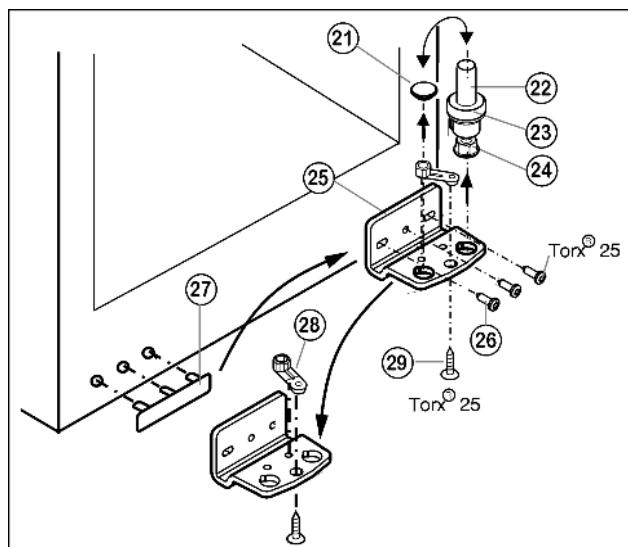

Fig. 6
- Drag ut lagerbult Fig. 6 (22) komplett, med platta Fig. 6 (23) och justeringsfot Fig. 6 (24), uppåt.
- Lyft ur pluggar Fig. 6 (21).
- ▶ Skruva bort lagerbocken *Fig. 6 (25) Fig. 6 (26)*.
- ▶ Skruva bort lagerdelen *Fig. 6 (28) Fig. 6 (29)* och flytta den till motsatta monteringshål på lagerbocken, skruva fast den igen.
- ▶ Lyft täckbrickan på handtagssidan *Fig. 6 (27)* försiktigt och flytta den till motsatta sidan.
- ▶ Skruva fast lagerbocken igen *Fig. 6 (25)* eventuellt med en skruvdragare på den nya gångjärnssidan (**med 4 Nm**).
- ▶ Sätt i pluggen *Fig. 6 (21)* i det andra hålet.
- ▶ Sätt tillbaka lagerbulten *Fig. 6 (22)* komplett, med platta och justeringsfot. Kontrollera därvid att skåran pekar bakåt.
- ▶ Lyft ur pluggen (33) från dörlagerbussningen och flytta den.
- ▶ Demontera handtag (32), pluggar (33) och tryckplattor* (34) och flytta dem till motsatta sidan.
- ▶ Sätt på dörren på nedre lagerbult *Fig. 6 (22)*.
- ▶ Sätt i övre lagerbock (12) i dörren på den nya gångjärnssidan.
- ▶ Skruva fast övre lagerbock (12) (**med 4 Nm**) (2 gånger Torx® 25) (13). Borra eventuellt upp skruvhålen eller använd skruvdragare.
- ▶ Sätt fast täckbrickan (10) och täckbricka (11) på motsatta sidan.
- ▶ Rikta in dörren med de båda avlånga hålen på nedre lagerbock *Fig. 6 (25)* i förhållande till skåpet. Skruva därvid ur skruven i mitten.